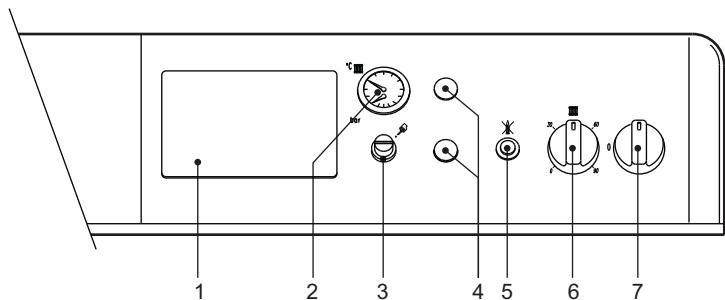

fig. 1 - Tableau des commandes
- Mettre l'interrupteur de la chaudière "7" sur la position 1 (fig. 1).
- Lorsque la chaudière est dotée d'un module électronique thermostatique, monté en position 1 fig. 1, l'utilisateur devra également tenir compte des instructions fournies par le constructeur de celui-ci.
Tourner la manette 6, fig. 1 dans le sens des aiguilles d'une montre pour augmenter la température de l'eau de chauffage, la tourner dans le sens inverse pour la réduire. La température peut être modulée de 30° mini à 90° maxi. Il est toutefois conseillé de ne pas faire fonctionner la chaudière au-dessous de 45°.
Programmer la température souhaitée à l'intérieur des pièces à l'aide du thermostat d'ambiance. Commandée par le thermostat d'ambiance, la chaudière s'allume et l'eau est amenée à la température établie par le thermostat de réglage de la chaudière 6, fig. 1. Le générateur s'éteint dès que la température souhaitée aura été atteinte à l'intérieur des pièces.
La pression de charge de l'installation froide, lue sur l'hhydomètre de la chaudière partie 2 de fig. 1, doit être d'environ 1,0 bar Au cas où au cours du fonctionnement de l'installation la pression baisserait, (à cause de l'évaporation des gaz contenus dans l'eau) à des valeurs inférieures au minimum précité, l'utilisateur devra rétablir la valeur initiale à l'aide du robinet de charge. Refermer toujours le robinet de remplissage à l'issue de l'opération.